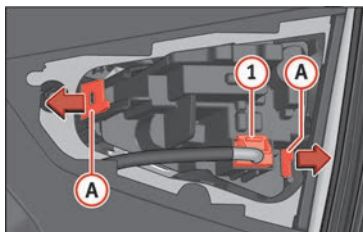

Abb. 118 Lampenträger ausbauen.
4. Ziehen Sie den Stecker von der Lampe » **Abb. 118** ① ab.